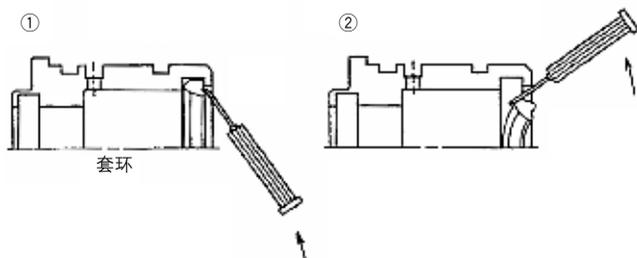

图4 缓冲密封圈的拆卸方法
④ 缓冲密封圈(仅带气缓冲)
- b. 如图4所示，从套环的后侧及无杆侧端盖开始，插入精密螺丝刀等逐个取出缓冲密封圈。取出时注意不要伤及密封槽。